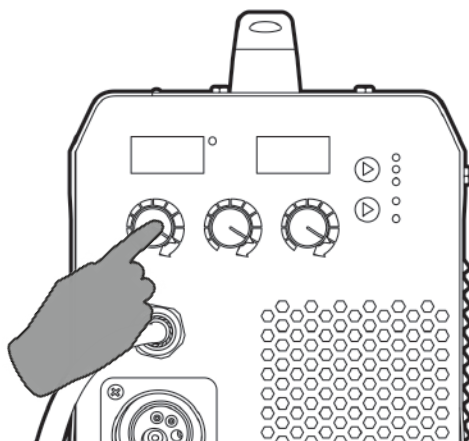

Рис. 13.3. Установка силы тока.
5. Установите необходимое значение силы тока (см. рис. 13.3).